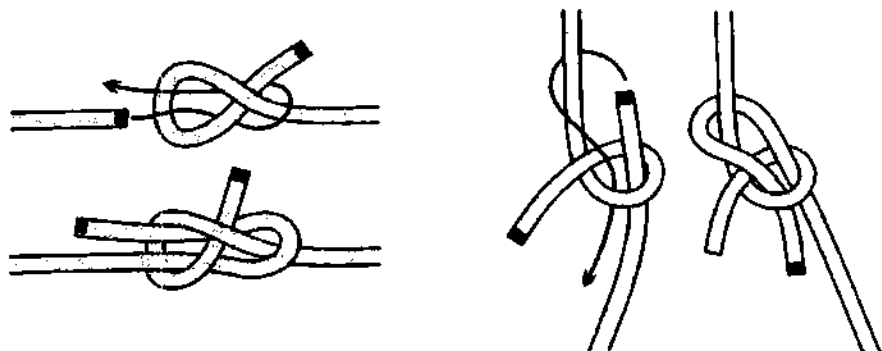

Рис. 885. 2-й способ вязки шкотового узла.
**2-й способ вязки шкотового узла.** Узел вяжется из калышки. Большим пальцем правой руки удерживается калышка, а левой рукой продевается второй конец (рис. 885). Этот способ многим может показаться более привычным, так как подобным образом вяжется **беседочный узел**. Если вы научились вязать **беседочный узел**, то **шкотовый узел** этим способом свяжите без ошибки.